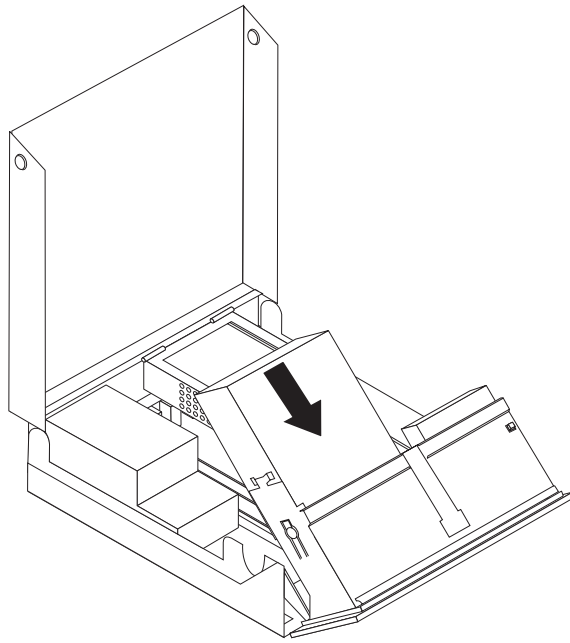

图 10. 锁定光盘驱动器
5. 将驱动器滑入托架，直至其锁定到位。请参阅第 18 页的图 10。